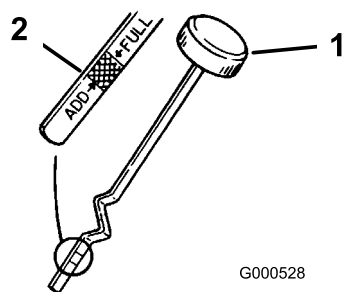

Figura 25
3. Desenrosque la varilla de aceite y limpie el extremo (Figura 25).